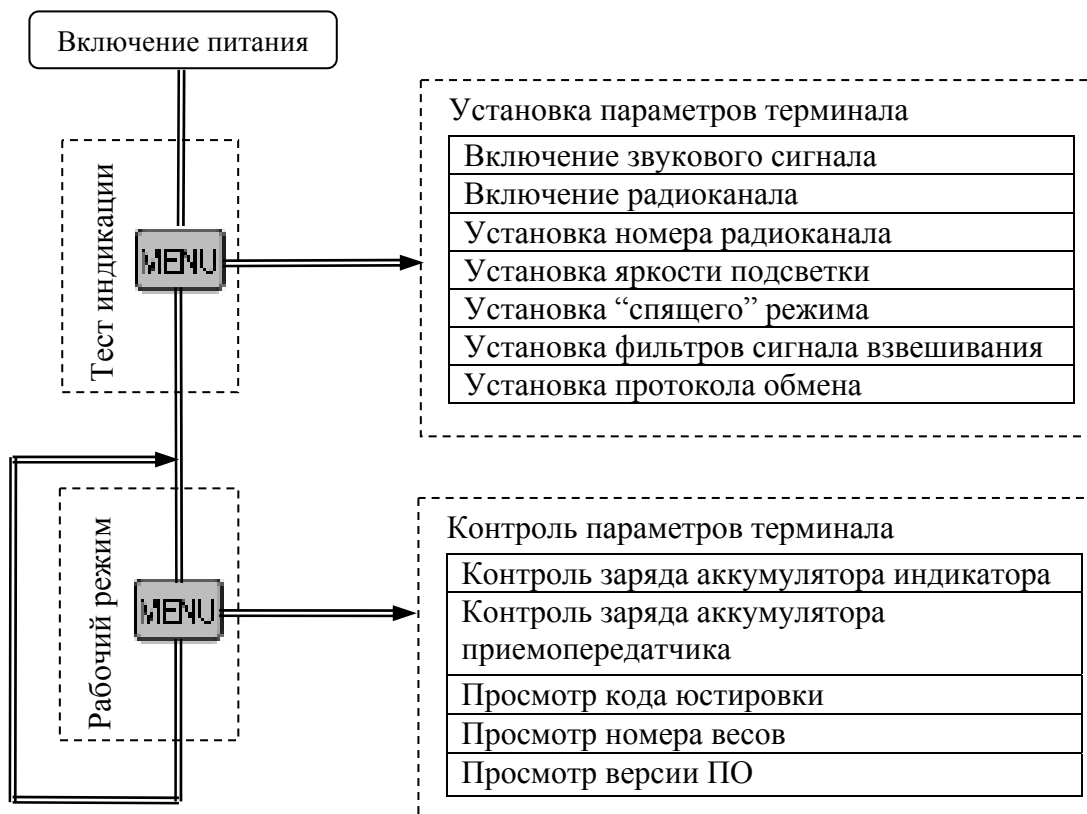

Рис. 5.1 - Установка и контроль параметров весов
4.1.3.3 Установить параметры терминала в соответствии с п. Рис. 5.1. Параметр «Радиоканал» должен быть включен.
Включить терминал и во время прохождения теста индикации нажать кнопку  (см. Рис. 5.1). Весы перейдут в меню установки параметров. Кнопкой  выбрать нужный параметр, кнопкой  войти в режим его установки.
В рабочем режиме нажать кнопку  (см. Рис. 5.1). Весы перейдут в меню контроля параметров. Кнопкой  выбрать нужный для просмотра параметр, кнопкой  войти в режим просмотра его значения.